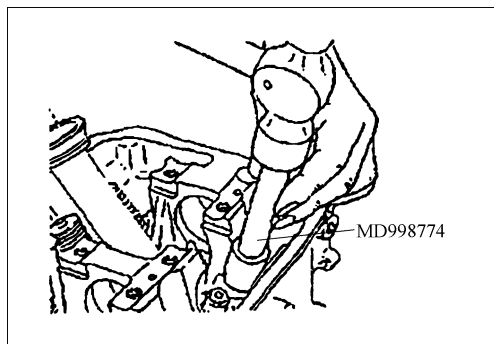

图 2-71 安装气门油封
1) 安装气门油封。安装气门弹簧下座。如图 2-71 所示, 利用专用工具在气门导管上安装气门油封。安装不当会引起泄漏。安装时注意: 气门油封不能重复使用。